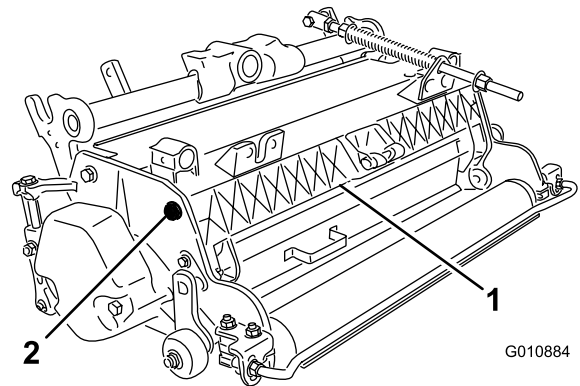

Figura 5
- Afije los tornillos de caperuza del pivote del deflector de hierba (Figura 5).
- Gire el deflector de hierba al ajuste deseado, y apriete los tornillos de caperuza (Figura 5).